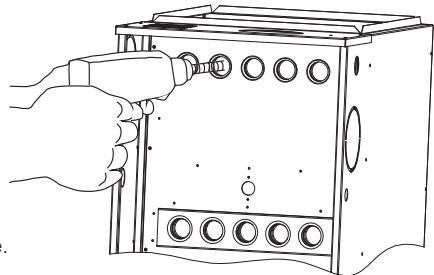

Fig. 14-3 Nettoyage de la cellule de l'échangeur de chaleur
- (1). Fixez la perceuse réversible à vitesse variable à l'extrémité du câble à ressort (extrémité opposée à la brosse).
- (2). Insérez l'extrémité de la brosse du câble dans l'ouverture de sortie de la cellule et tournez lentement avec une perceuse. NE PAS forcer le câble. Insérez progressivement le câble dans le passage supérieur de la cellule. (Voir Fig. 14-3.)
- (3). Faites entrer et sortir le câble de la cellule 3 ou 4 fois pour obtenir un nettoyage suffisant. NE PAS tirer le câble avec une grande force. Percez à l'envers et retirez progressivement le câble.
- (4). Insérez l'extrémité de la brosse du câble dans l'ouverture d'entrée du brûleur de la cellule et procédez au nettoyage des 2 passes inférieures de la cellule de la même manière que la passe supérieure.
- (5). Répétez les procédures précédentes jusqu'à ce que chaque cellule du four ait été nettoyée.
- (6). À l'aide d'un aspirateur, retirez les résidus de chaque cellule.
- (7). À l'aide d'un aspirateur avec une brosse douce, nettoyez l'ensemble du brûleur.
- (8). Nettoyez le capteur de flamme avec de la laine d'acier fine.
- (9). Réinstallez l'ensemble du brûleur. Brûleurs centraux dans les ouvertures des cellules.